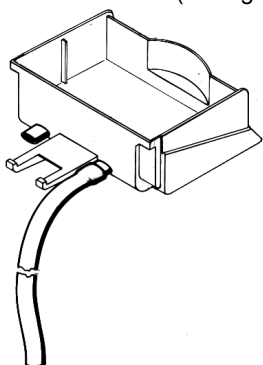

figure 1
- 7 Le tiroir égouttoir est équipé de deux raccords de drainage avec diaphragme. Si l'on désire que le vidage du tiroir s'effectue en continu, il faut percer le diaphragme (par exemple avec un tournevis) de l'un des deux raccords de drainage et le brancher à un tuyau d'évacuation (voir figure 1).